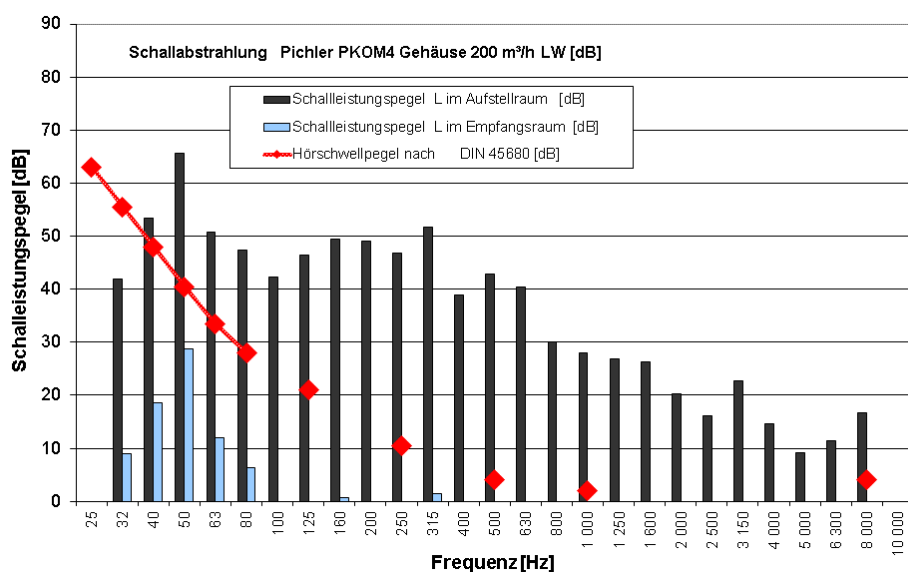

Abbildung 1:
Schalldämpfung: Der Schalldruckpegel der Gehäuseabstrahlung wurde in dem Raum, in dem das Gerät installiert ist, mit einer äquivalenten Absorptionsfläche von 4 m² und einem Luftvolumenstrom von 200 m³/h zu 49 dB (A) bestimmt. Dies liegt deutlich über dem Grenzwert von 35 dB(A), daher muss das Gerät in einem ausreichend schallisolierten Raum installiert werden, der vom Wohnbereich getrennt ist, siehe Abbildung 1.